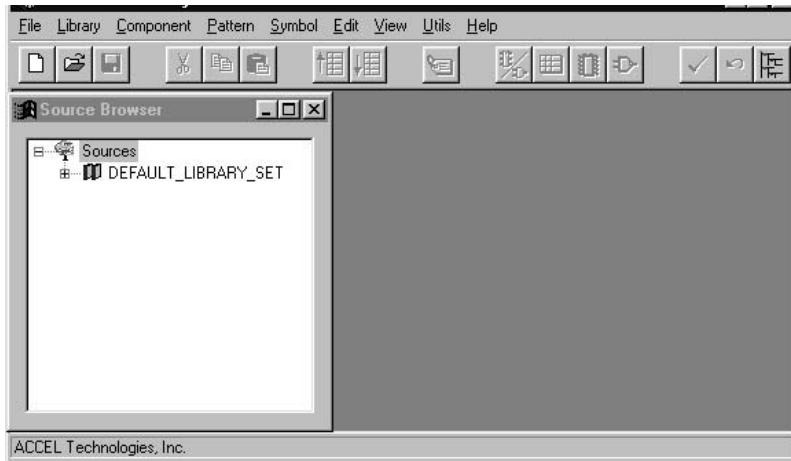

Рис.4.2.1
2. Выполнить команды **Component/New** (Создать новый библиотечный элемент) (рис.4.2.1).
- Выполнить команды **Component/New** (создать новый библиотечный элемент) (см. рис.4.2.1).